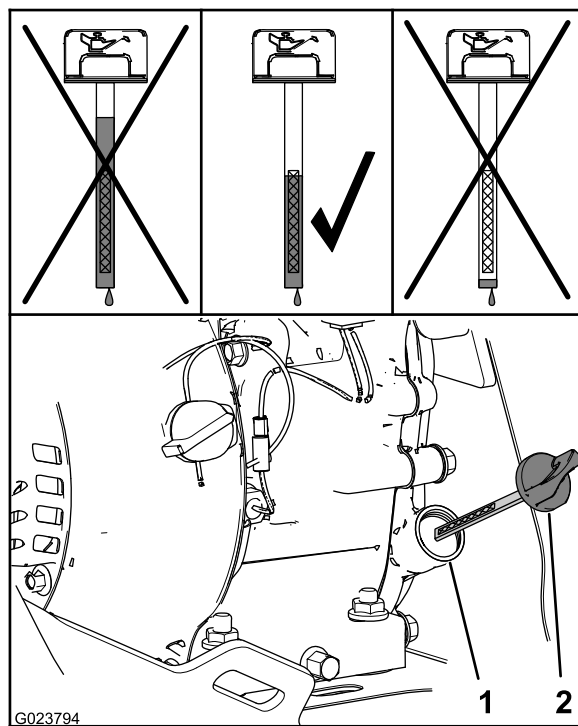

Figura 28
2. Retire la varilla y observe el nivel de aceite (Figura 28).
- Nota:** El nivel de aceite debe llegar a la parte superior del indicador de la varilla (Figura 28).
- A. Vierta el aceite especificado por el tubo de llenado (Figura 28).